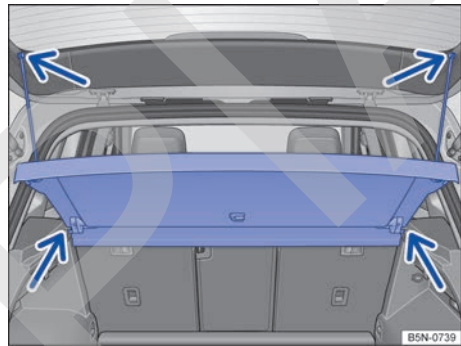

Fig. 204 En el maletero: desmontar y montar la cubierta.
- Desenganche las cintas de sujeción del portón del maletero → fig. 204 (flechas superiores).
- Desencape la cubierta de los soportes laterales tirando de ella hacia arriba → fig. 204 (flechas inferiores).
- Encastre la cubierta en los soportes laterales desde arriba → fig. 204 (flechas inferiores).
- Enganche las cintas de sujeción en el portón del maletero → fig. 204 (flechas superiores).